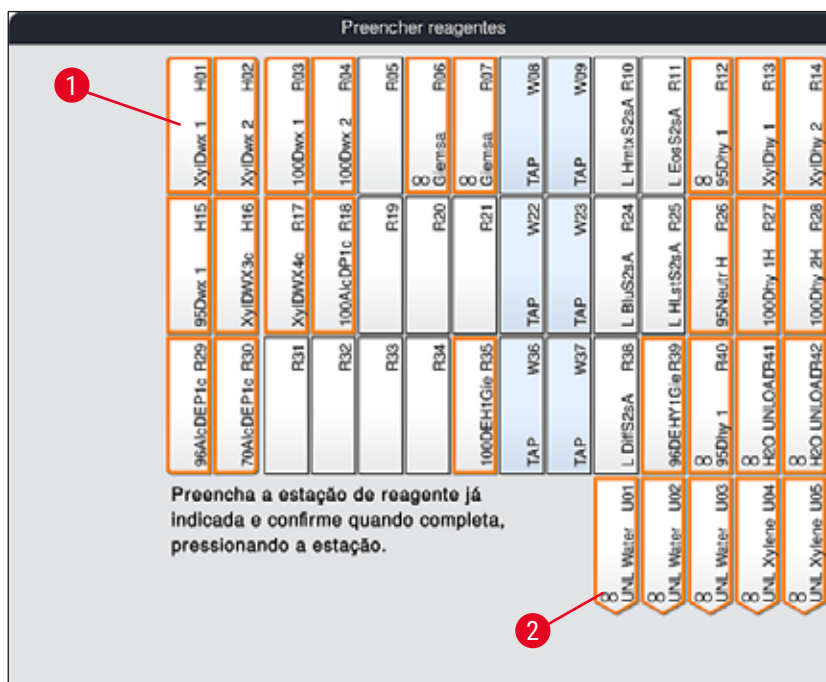

Fig. 56
2. Na nova janela **Preencher reagentes** (→ "Fig. 56"), a estação a serem abastecidas são identificadas em laranja (→ "Fig. 56-1").
Somente os reagentes definidos pelo usuário e adicionados do programas de coloração Leica são exibidos com uma identificação em laranja (→ "Fig. 56"). Os reagentes do kit de reagente Leica são subsequentemente lidos (→ P. 84 – Abastecimento dos reagentes do kit de reagente Leica).